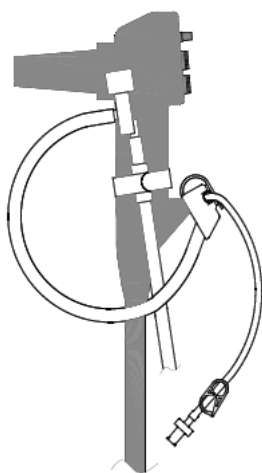

図5
1. 吸引バルブを内視鏡に取り付ける場合は、吸引バルブの側に巻いてあるストラップを用いて内視鏡の操作部 (図5) の鉗子口よりやや上の位置に取り付ける。